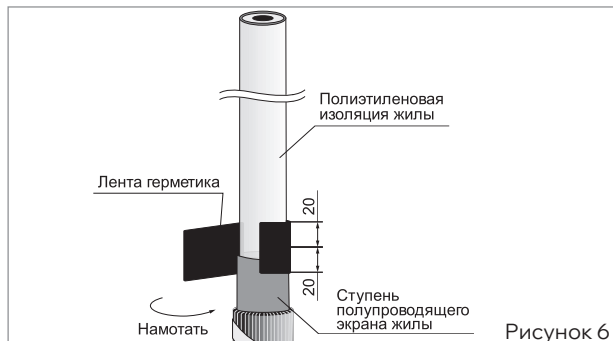

Рисунок 6
■ Для каждой жилы плотно намотать ленту герметика с заходом по 20 мм на ступень полупроводящего экрана и на поверхность полиэтиленовой изоляции, обжать рукой (рис. 6).